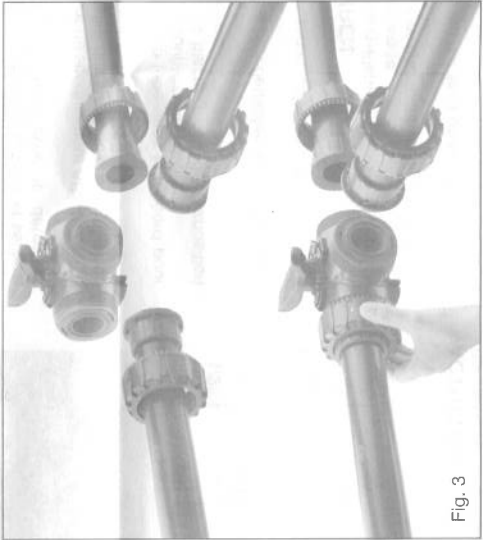

Fig. 3
- 5) Posizionare la valvola fra i manicotti e serrare completamente le ghiera (13) a mano in senso orario (Fig. 3), senza utilizzare chiavi o altri utensili che possano danneggiare la superficie delle ghiera. Per sbloccare le ghiera basta agire con un dito sull'apposita leva di sblocco presente anti-ratto la stessa. (Fig. 4).